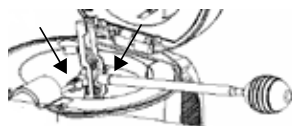

Fig.13
5. Tryck långsamt på pumpen så att vattnet kan rinna genom stigröret och tappkranen (fig. 13).